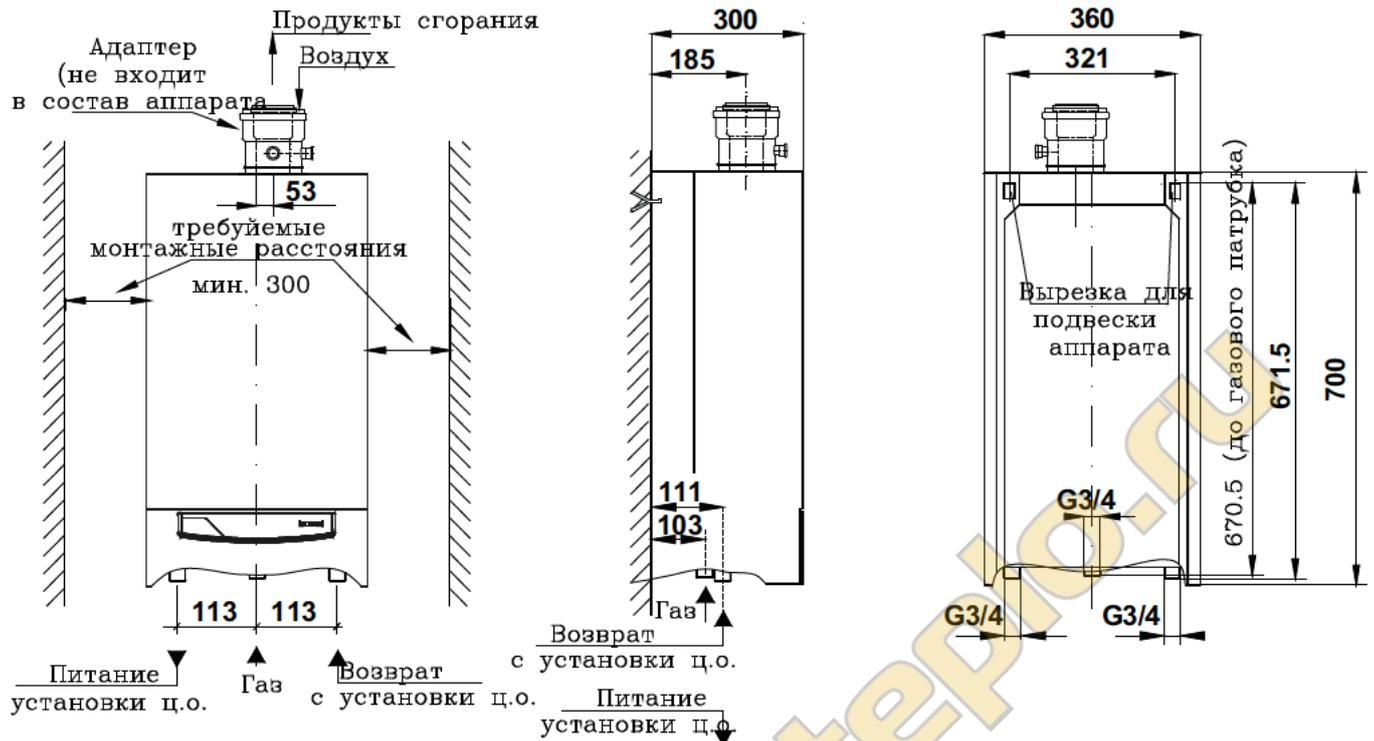

Рис. 3.3.1. Установочные размеры аппарата типа В
- Патрубки питания и возврата системы ц.о. аппарата прикрутить к установке при помощи соединительной муфты. Расположение патрубков указывает рис. 3.3.1. и 3.3.2.
Продукты сгорания должны быть отведены в дымоход с помощью дымовой трубы диаметром Ø 130 мм. Необходимо установить трубу, с вертикальным участком минимальной длиной 220 мм, затем горизонтально трубу максимальной длиной 2 м, с 5%-ным (~3°) уклоном в сторону аппарата. (Рис. 3.3.1.)